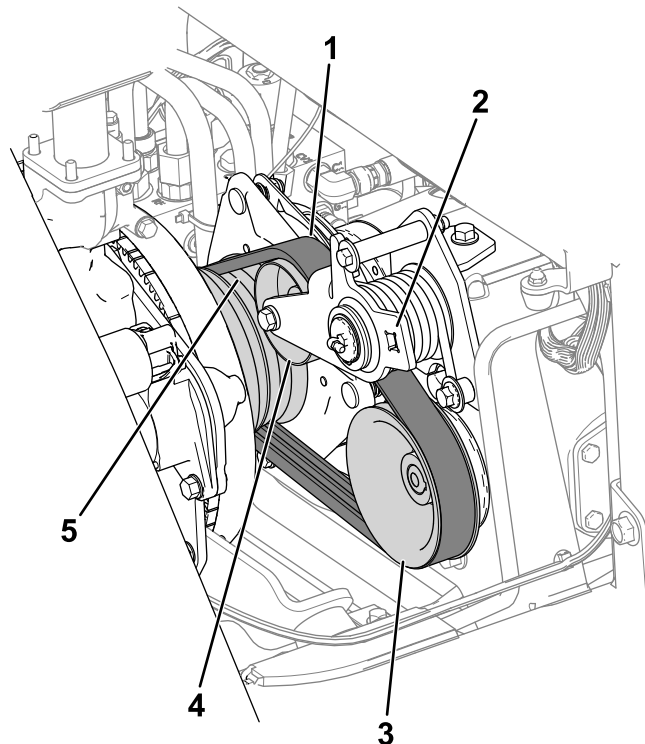

Bild 74
- Führen Sie den Riemen über die Motorriemenscheibe, die Spannscheibe und der Riemenscheibe der Pumpe (**Bild 74**).